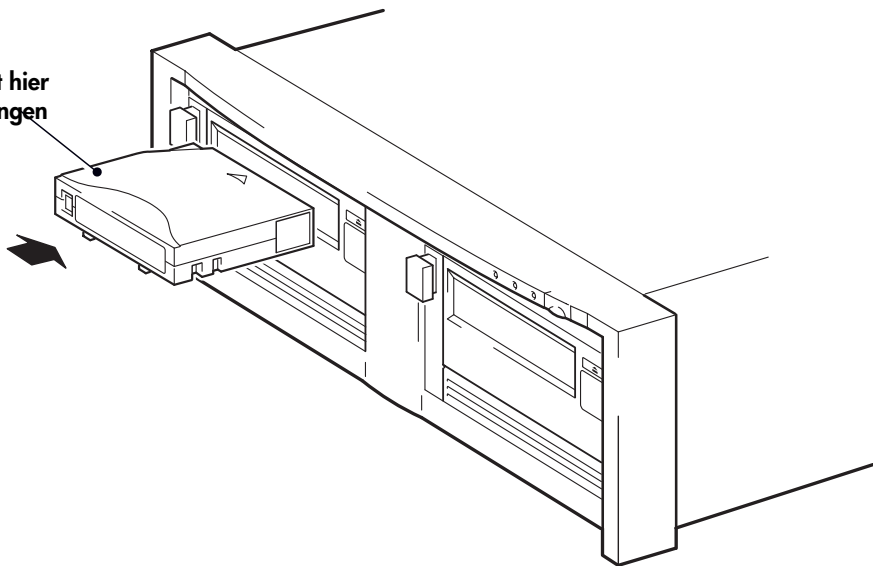

Abbildung 6a: Einlegen einer Kassette
- 1 Legen Sie die Kassette in den Einschub an der Vorderseite des Laufwerks so ein, dass der weiße Pfeil nach oben und zur Laufwerksöffnung zeigt. Drücken Sie vorsichtig auf die Rückseite der Kassette, bis die Kassette vom Laufwerk aufgenommen wird. (Siehe Abbildung 6a.)